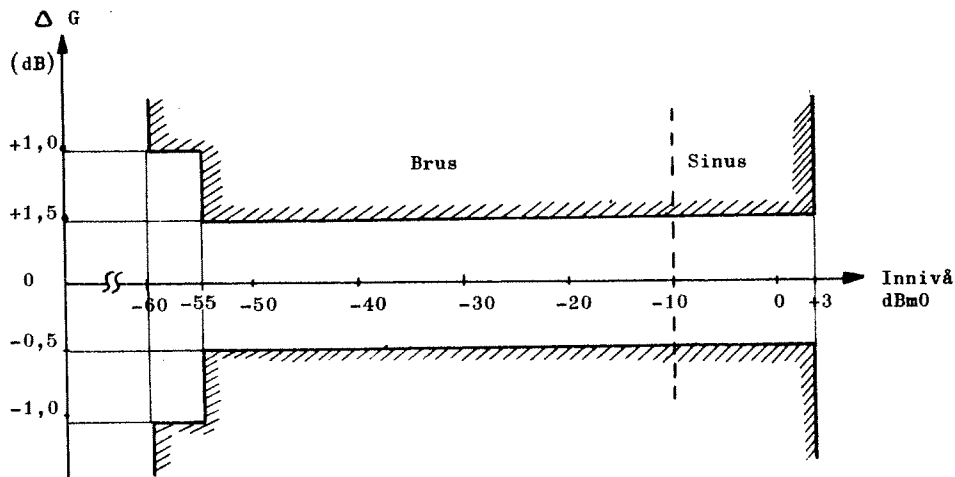

Bild 8
- Innivåer: Enligt bild 8
- Utnivåer: Enligt bild 8